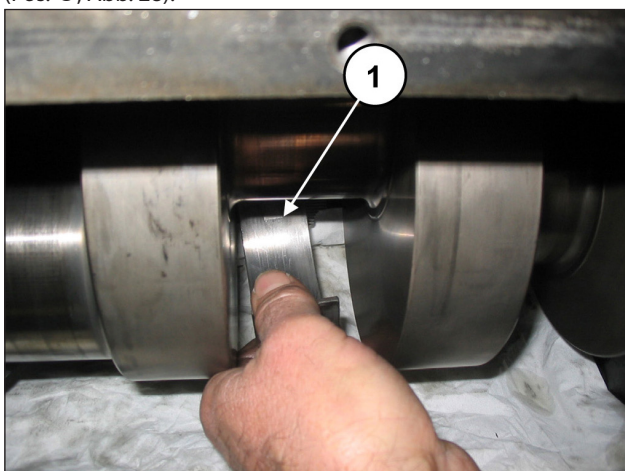

Abb. 28
Ziehen Sie die drei oberen Lagerschalen der Pleueihälften ab (Pos. ①, Abb. 28).